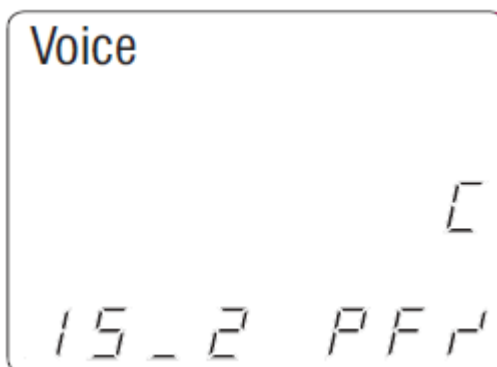

Рисунок 15. Просмотр удельной емкости кабеля.
1. В режиме измерения длины еще раз нажмите кнопку измерения длины/включения тонального генератора для просмотра удельной емкости. На экране дисплея появится следующее (смотрите рисунок 15):